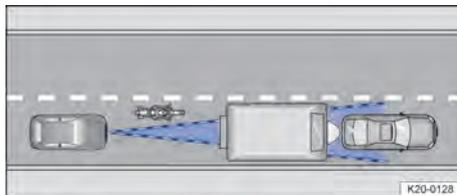

Fig. 98 Veículo estreito.
- Veículos que conduzem fora da área do sensor em pequena distância do próprio veículo, por exemplo, motocicletas → Fig. 98.